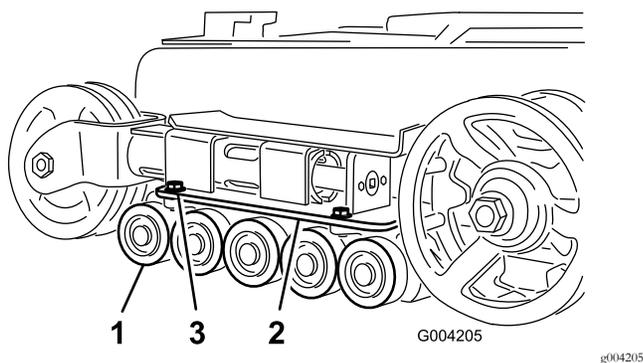

Bild 51
2. Nehmen Sie die vier Schrauben ab, mit denen die untere Kettenführung (die die Straßenräder enthält) befestigt ist, und nehmen Sie diese ab (Bild 51).